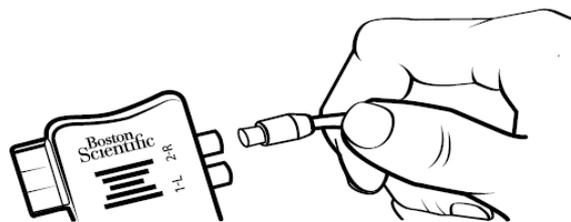

Figura 8. Conexión del cable de estimulación intraoperatoria 1x8 al ETS 2 y al adaptador de ETS
4. Enchufe el cable de estimulación intraoperatoria con extensión al puerto del adaptador de ETS con la etiqueta “1-L” (Figura 8).